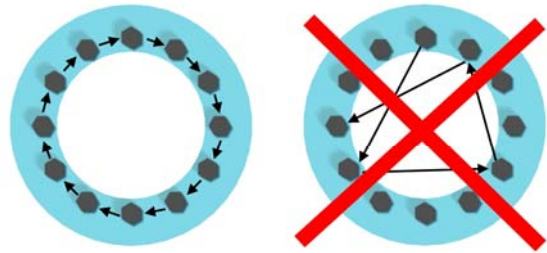

ABBILDUNG 10. Reihenfolge des Festziehens der Schrumpfscheibenschrauben.
6. Alle Klemmschrauben gleichmäßig in einem Kreis festziehen, wie in Abbildung 10 gezeigt.